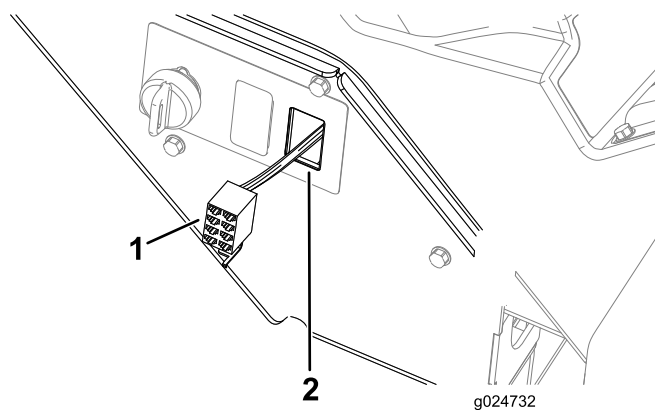

Figure 43
2. Faites passer le connecteur à 8 douilles du faisceau par le trou dans le support de la console latérale (Figure 43).